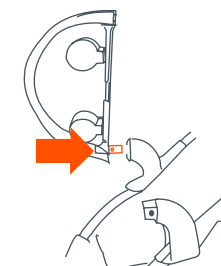

Fig. 10a
- 10) • **Para colocar la bandeja para niños:** Empuje la bandeja angulada dentro del poste que está en el extremo del apoyabrazos derecho mientras oprime el botón a presión hasta que se trabe (Fig. 10a).